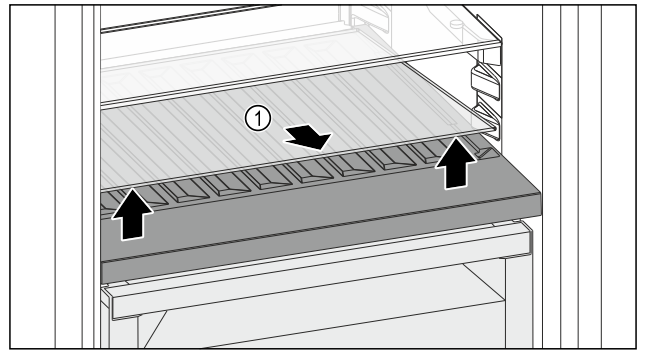

Fig. 144
- ▶ Levante la placa de vidrio Fig. 144 (1) por la entalladura de la parte delantera y retírela.
- ▶ Guarde la placa de vidrio Fig. 144 (1) de forma segura fuera del electrodoméstico.